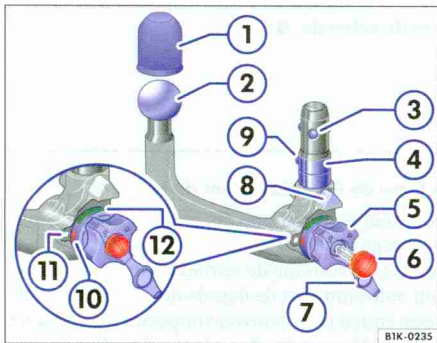
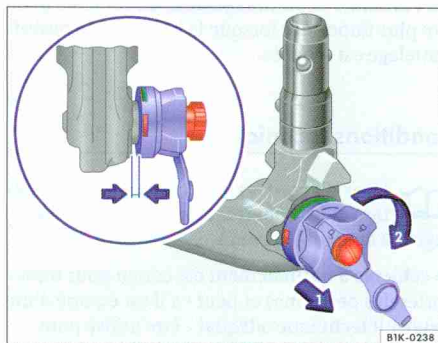

Fig. 95 Vue d'ensemble : boule amovible du dispositif d'attelage
Fig. 96 Armement de la boule
Légende concernant la \Rightarrow fig. 95 :
- Retirez le capuchon ⑦ de la serrure et insérez la clé ⑥ dans la serrure.
- Tirez la molette avec la main droite dans le sens de la flèche \Rightarrow fig. 96 ① et maintenez-la dans cette position \Rightarrow .
- Tournez la molette dans le sens de la flèche ② jusqu'à ce qu'elle s'enclenche. La boule est maintenant armée. Le repère rouge \Rightarrow fig. 95 ⑩ de la molette doit alors être orienté vers le repère blanc ⑪ sur la boule. La molette est visiblement en saillie par rapport à la boule. Il y a un espace d'env. 4 mm \Rightarrow fig. 96 (voir agrandissement).
- Vérifiez que toutes les billes de verrouillage ③ peuvent être complètement enfoncées dans la tige ④ de la boule.
- Appuyez vigoureusement sur la boule vers le haut jusqu'à ce qu'elle s'enclenche. Les deux centres \Rightarrow page 144, fig. 95 ⑧ doivent s'engager dans leurs logements sur le véhicule.
- Tournez la clé ⑥ dans la molette dans le sens inverse des aiguilles d'une montre et retirez-la.
- Emmanchez le capuchon ⑦ sur la serrure et remettez la clé dans l'outillage de bord.
- Retirez le capuchon \Rightarrow page 144, fig. 95 ⑦ de la serrure au niveau de la molette.
- Insérez la clé ⑥ dans la serrure et tournez-la dans le sens des aiguilles d'une montre.
- Tirez la molette ⑤ avec la main droite dans le sens de la flèche \Rightarrow page 144, fig. 96 ① et maintenez-la dans cette position.
- Tournez la molette dans le sens de la flèche \Rightarrow page 144, fig. 96 ② jusqu'en butée vers l'avant.